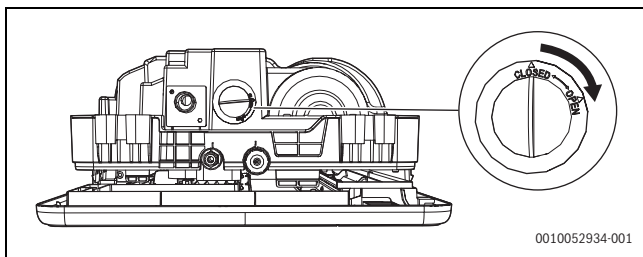

Fig. 36
- Deschideți capacul de testare a apei (→ Fig. 36) de pe corpul mașinii, acesta trebuie să fie deschis în timpul testului de evacuare pentru a verifica dacă pompa pentru drenaj este pornită și dacă există vreă problemă cu pompa pentru drenaj.